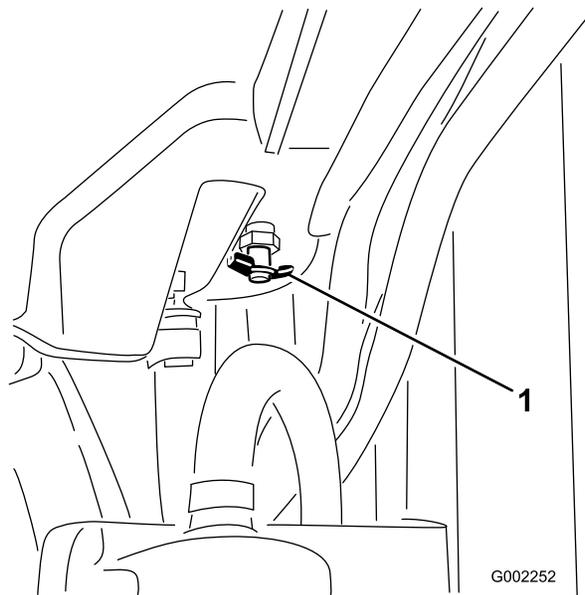

Figura 56
4. Aprite il tappo di spurgo (Figura 56) e scaricate il refrigerante nella bacinella.